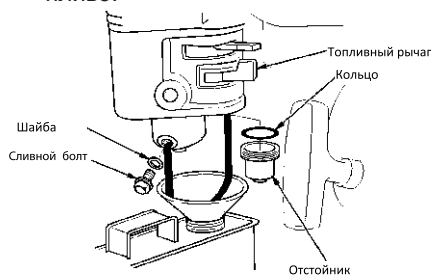

Рис.19 Слив топлива из карбюратора
1. Поместите подходящую емкость для топлива под карбюратор, и используйте воронку, чтобы избежать утечки топлива (Рис.19).